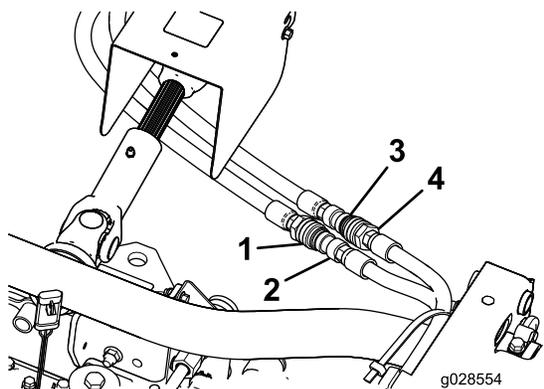

図 6
1. 図 6 に示すように、オスのクイックコネクタカップラをホース3/8 x 79-1/2 インチに組み付けるカップラを37 - 45 N m (3.7 - 4.6 kg.m = 27 - 33 ft-lb) にトルク締めする。
- 図 6に示すように、メスのクイックコネクタカップラをホース3/8 x 56-1/2インチに組み付けるカップラを37 - 45 N m (3.7 - 4.6 kg.m = 27 - 33 ft-lb) にトルク締めする。